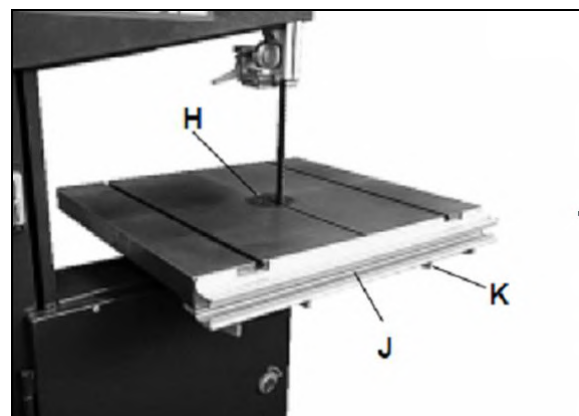

Fig 6
For at montere anslaget (J, Fig 6) skal du sætte den fast til den forreste kant på bordet med de fire fingerskruer og spændeskiver (K). Dette justeres senere.